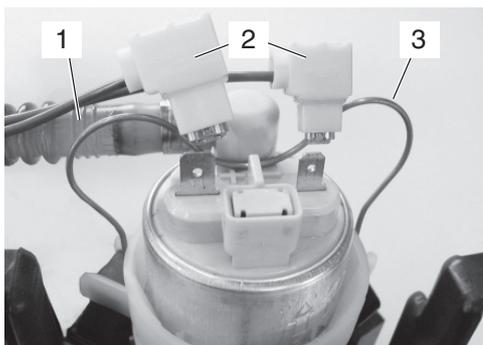

Abb. 1
- Manche Pumpen können mit einem Bügel (3) in der Hülse gesichert sein (siehe → Abb. 1). Den Bügel (3) entfernen.
- Das Werkzeug (4) mit der Aussparung auf den abgewinkelten Druckstutzen (5) der Pumpe aufsetzen.